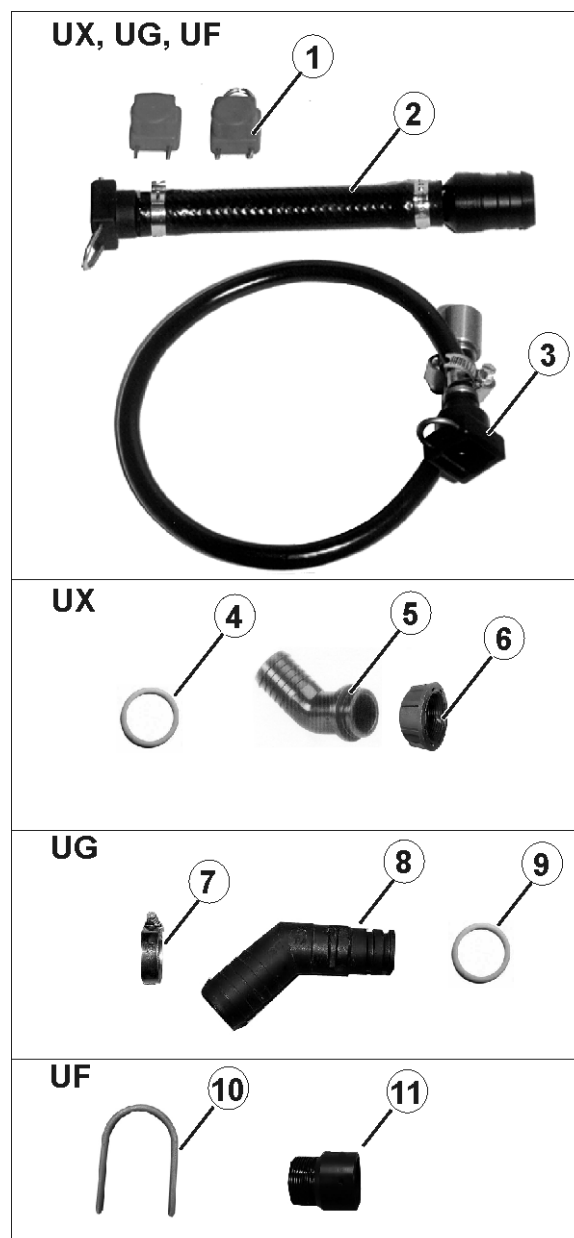

Fig. 178
1. Alle sprøjteslanger trækkes ud af delbreddeventilerne (Fig. 178/1).